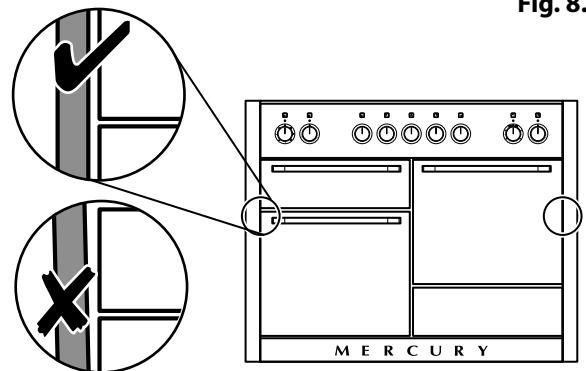

Fig. 8.17
3. Ajuster le panneau inférieur pour régler de façon égale l'écart entre les panneaux latéraux et les porte (**Fig. 8.17**). Lorsqu'il est positionné correctement, utiliser une clé plate ouverte adaptée pour serrer les vis de la fixation, puis serrer les vis du panneau inférieur (**Fig. 8.18**) avec la clé Allen fournie.